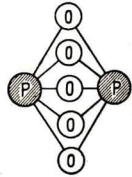

Abb. 451
3. Beim Verbrennen des Phosphors (Abb. 403) entstehen weiße Flocken von **Phosphorpentoxyd**  $P_2O_5$  (penta = fünf, Abb. 451). Dessen Auflösung in Wasser gibt die Phosphorsäure. ( $P_2O_5 + 3 H_2O = 2 H_3PO_4$ .)